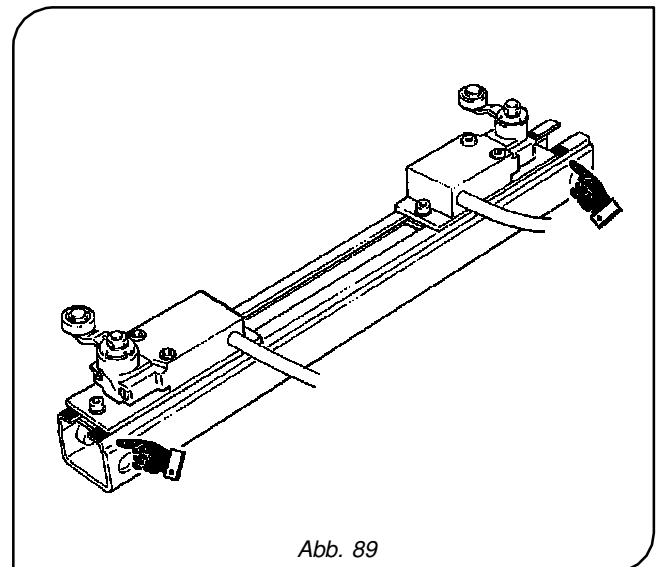

Abb. 89
- Die maximale Hebeposition (Höchstpunkt) und die maximale Absenkenposition (Tiefstpunkt) sind rot markiert und DÜRFEN NIE überschritten werden (Abb. 89).